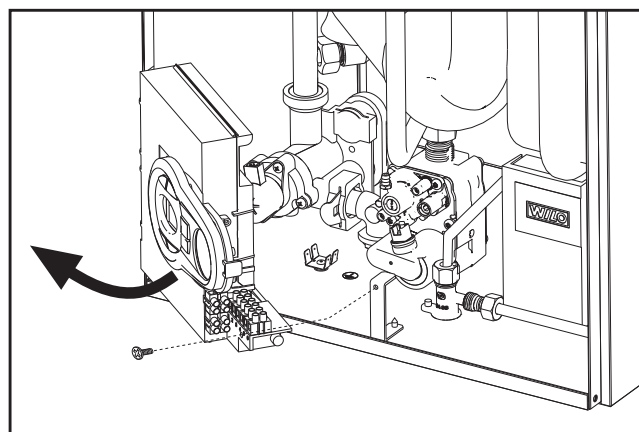

fig. 22
- Dévisser la vis et tourner le tableau de commandes (voir fig. 22).